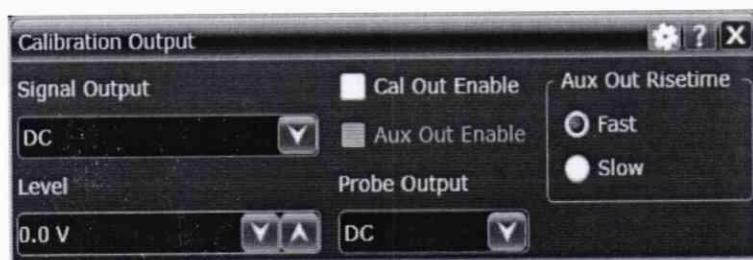

Рисунок 4
8.4.4 Открыть окно настроек встроенного калибратора, выбрав пункт меню «Utilities»→«Calibration Output» главного окна программы Infiniium. В выпадающем списке параметра «Signal Output» выбрать «DC» (см. рис. 4).